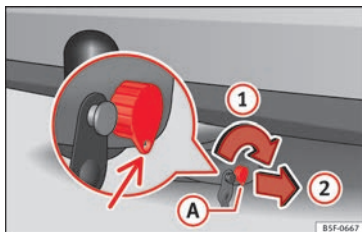
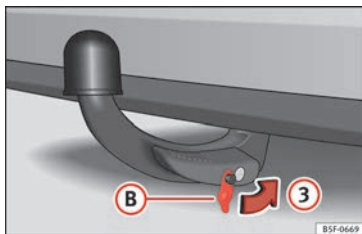

Fig. 237 Verrouiller la serrure
Fig. 238 Placer le cache sur la serrure
- Tournez la clé (A) dans le sens de la flèche ① jusqu'à ce que la partie trouée de la clé atteigne sa position inférieure » fig. 237.
- Retirez la clé dans le sens de la flèche ②.
- Placez le cache (B) sur la serrure dans le sens de la flèche ③ » fig. 238 » ①.
① ATTENTION